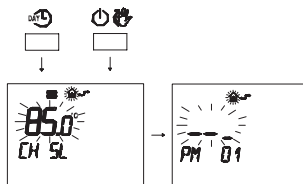

Fig. 2.64
- 2 Одновременно нажать кнопки DAY и [sun icon] для доступа в режим прозрачного программирования (Fig. 2.64).